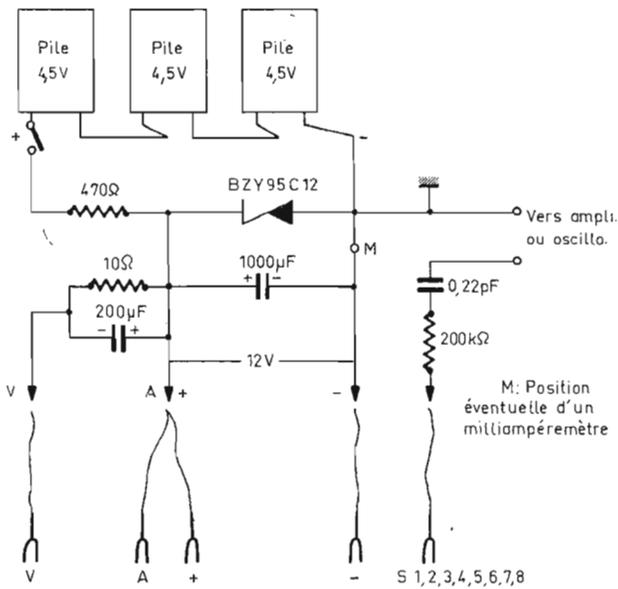

Fig. 3. - Montage provisoire pour essais et réglage des C.I. de générateur - M - Position éventuelle d'un milliampèremètre.
- Préparer un montage provisoire comme indiqué sur la figure 3 pour les essais.